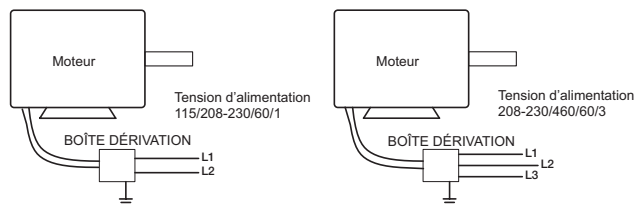

Figure 10
2. Câbler le moteur pour la tension souhaitée conformément au schéma de câblage sur le moteur. Voir le schéma de câblage à la Figure 10.